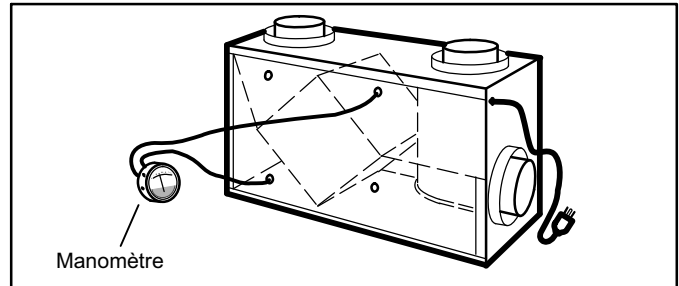

Figure 30. Mesurage de l'air vicié
5. Mesurage de l'air vicié - Connectez les tubes aux orifices dans la porte (figure 30); puis mesurez l'air vicié et notez la lecture obtenue.